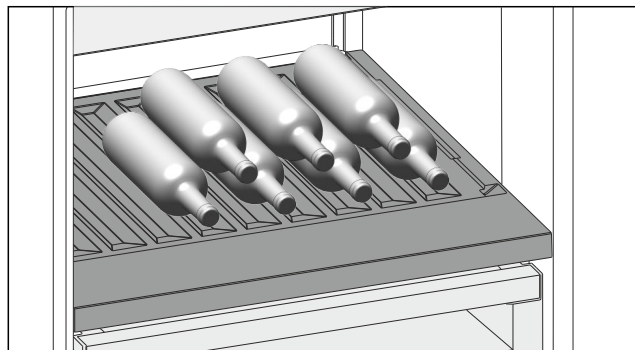

Fig. 125
- ▶ Flaschen mit dem Boden nach hinten zur Rückwand einlegen. (siehe Fig. 125)